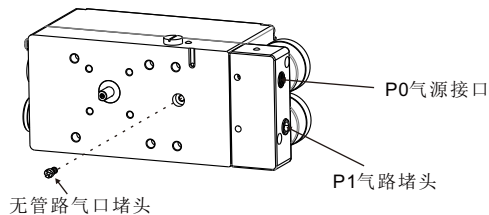

图7 无管路气路图
2. 如图7所示，把插头式反馈杆固定到定位器主轴上，再用2个M8螺栓把MSP-25固定在执行机构上。此时要注意避免执行机构支架上的O型圈掉落，同时要确认反馈杆插头是否与阀杆U型槽紧密连接。